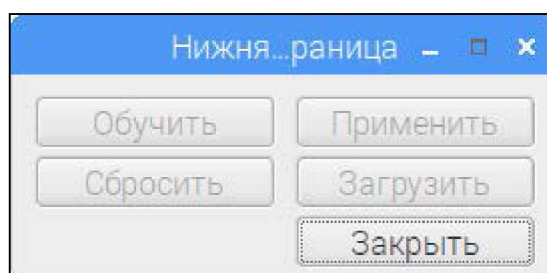

Рисунок 10 – Вид окна «Нижняя граница»
1. Установите значение нижней границы измерения ленты конвейера, сбросив уже установленную нижнюю границу. Для этого в основном меню выберите вкладку «Настройка» и откройте меню «Нижняя граница». В появившемся окне (рисунок 10) нажмите кнопку «Сбросить».
4. В основном меню перейдите на вкладку «Настройка» и выберите меню «Нижняя граница». В появившемся окне (рисунок 10) нажмите кнопки в следующей последовательности: «Обучить», «Применить», «Заккрыть». На экране отобразится линия нижней границы (рисунок 12).
7. Снимите калибр и площадку с конвейера. Перейдите на вкладку «Настройка» и выберите меню «Нижняя граница», в появившемся окне нажмите кнопку «Сбросить» (рисунок 10).
2. Перейдите на вкладку «Настройка» и выберите меню «Нижняя граница». В появившемся окне (рисунок 10) нажатием кнопки «Обучить» установите значения точек контура нижней границы ленты нагруженного конвейера. Нажмите кнопки «Применить» и «Заккрыть».